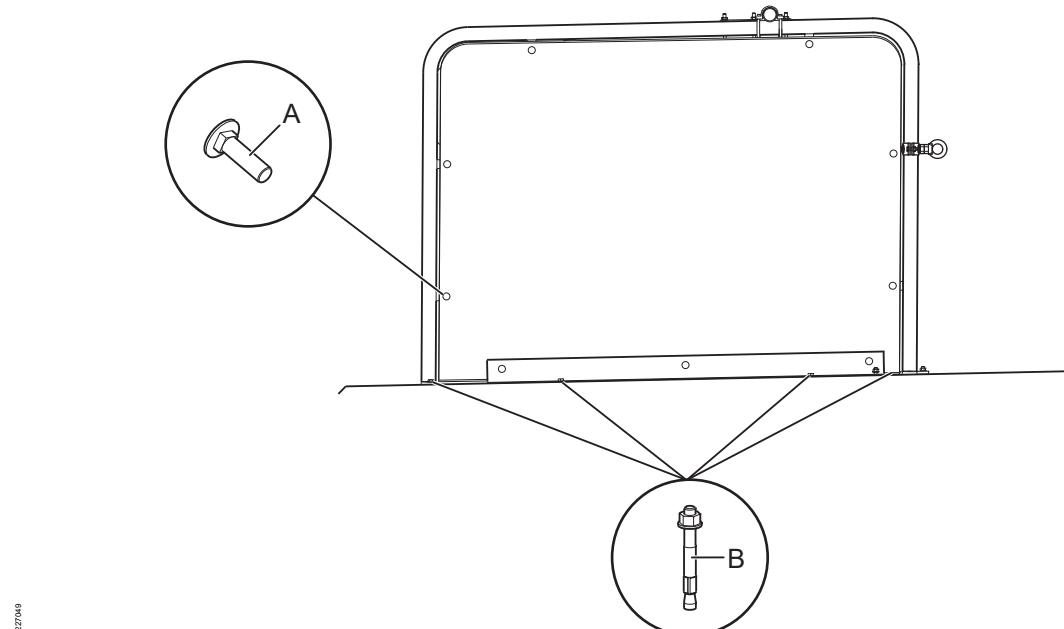

Fig. 30: CC1800 med ramme for finérplate og bakre stolpe for port eller skillevegg PW2.
- Installer rammen for finérplate slik Fig. 30 viser.